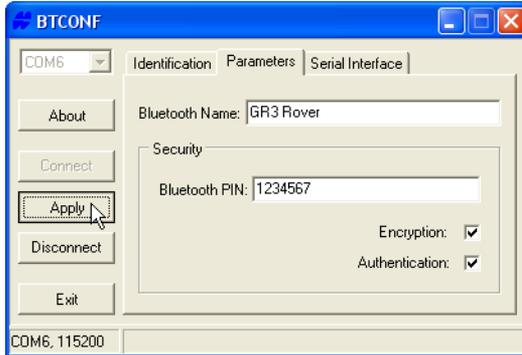

Figura 2-23. Parámetros de Seguridad de BTCONF
- Para definir los parámetros de seguridad (Figura 2-23 en la página 2-27), ingrese y habilite las siguientes opciones, a continuación haga clic en **Apply**: